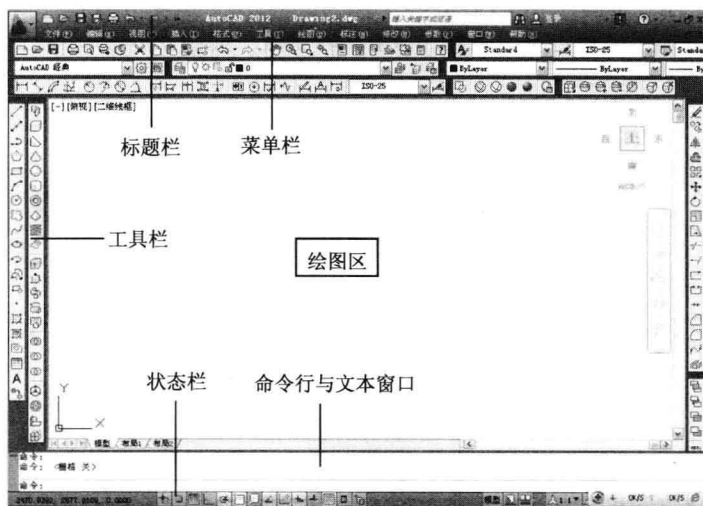

图 1-2 工作界面
- 1 启动 AutoCAD 2012，即可新建一个空白文档，工作界面如图 1-2 所示。